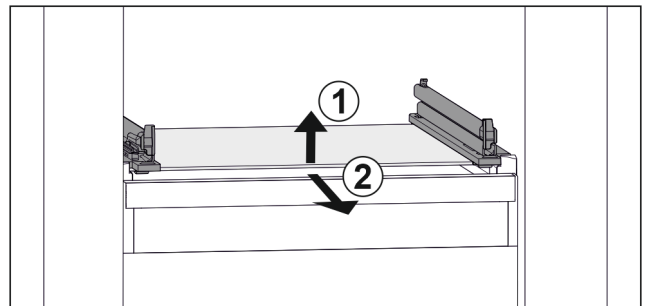

Fig. 59 Rappresentazione esemplificativa del ripiano in vetro
- ▶ Sollevare il ripiano in vetro dal davanti. Fig. 59 (1)
- ▶ Rimuovere il ripiano in vetro tirando in avanti. Fig. 59 (2)